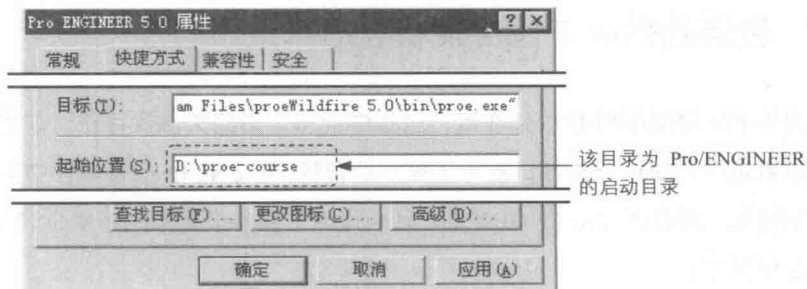

图 1.2.2 “Pro ENGINEER 5.0 属性”对话框
(1) 右击桌面上的 Pro ENGINEER 图标，在弹出的快捷菜单中选择 **属性(R)** 命令。
(2) 图 1.2.2 所示的“Pro ENGINEER 5.0 属性”对话框被打开，单击该对话框中的 **快捷方式** 选项卡，然后在 **起始位置(S):** 文本栏中输入 D:\proe-course，并单击 **确定** 按钮。